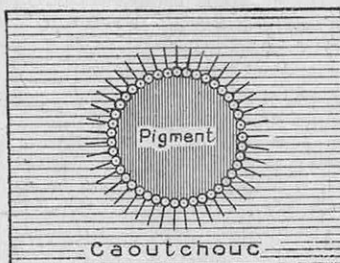

FIG. 3. — GRACE A L'EMPLOI DE PIGMENTS, L'INDUSTRIE DU CAOUTCHOUC EST PARVENUE AUJOURD'HUI A AMÉLIORER LA QUALITÉ DES OBJETS MANUFACTURÉS
(1) On sait que les acides gras ont des molécules très longues et fortement polarisées ; une de leurs extrémités est formée d'un hydrocarbure soluble dans le caoutchouc, l'autre est un acide organique qui a, au contraire, une forte affinité pour diverses matières de nature très différente des hydrocarbures et, en particulier, pour le carbone. Dans le mélange intime de ces matières, les grains de pigment se recouvrent superficiellement d'acide stéarique, les pôles acides de chaque molécule (représentés par des petits ronds sur la figure 3) adhèrent aux grains, et les chaînes de car-